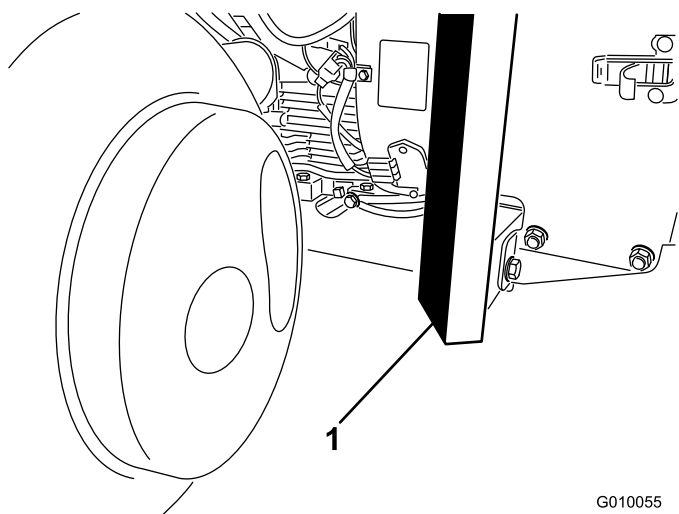

Figure 36
3. Placez le cric correctement sous l'avant du cadre (Figure 36).